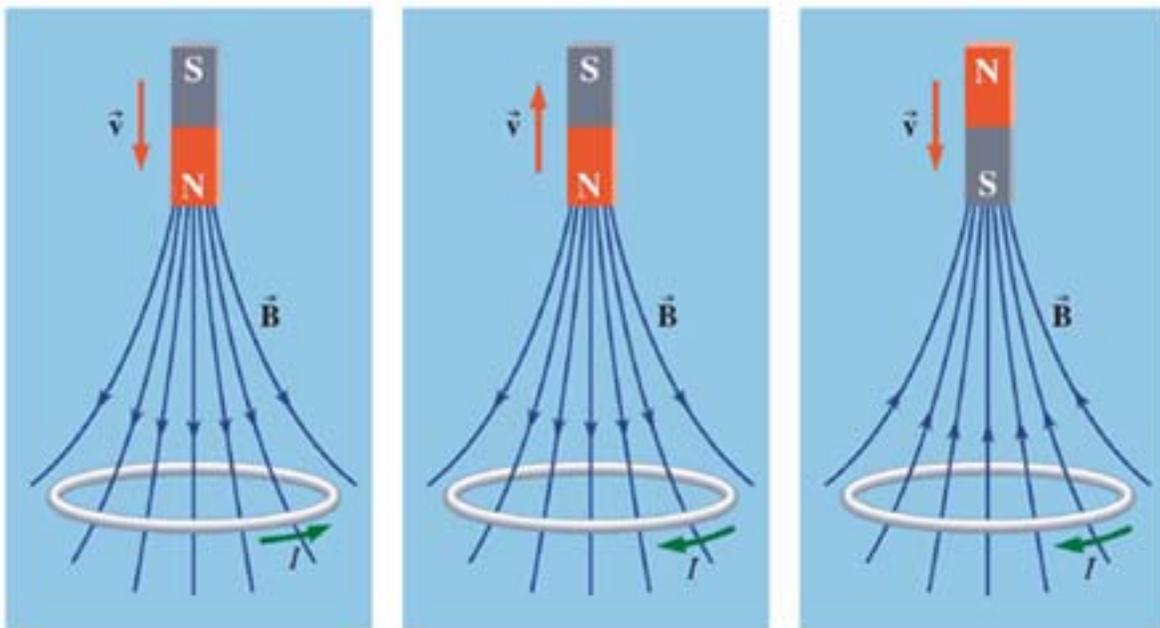

Figure 8.2 Schémas représentant un champ magnétique variable
1. On peut utiliser un champ magnétique variable (voir figure 8.2). Il suffit d'approcher ou d'éloigner un aimant d'un fil en forme de boucle par exemple ou de faire varier le courant qui alimente une bobine ($B = \mu_0 n I$, voir équation 7.8).